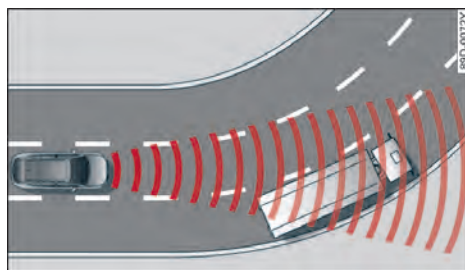

图 116 实例：驶入弯道
- 如果一辆被探测到的车辆①拐弯/偏离车道，那么系统无法在任何情况下都能对前方静止的车辆②作出反应。
- 在进入弯道⇒图 116和驶出弯道时，系统可能对相邻车道上的车辆作出反应并导致车辆制动。可以短促踩踏行驶踏板防止降速。